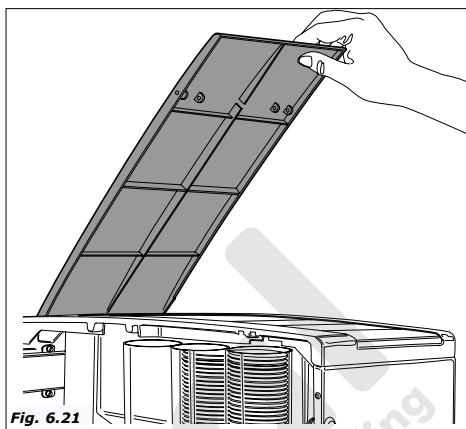

Fig. 6.21
- Para instalar el sistema de pago hay que destornillar parcialmente los tres tornillos (Fig. 6.21), montar el monedero sin el selector.
La carga se puede efectuar dejando los contenedores introducidos, levantando la compuerta superior del distribuidor (Fig. 6.21), o extrayendo cada uno de los contenedores.